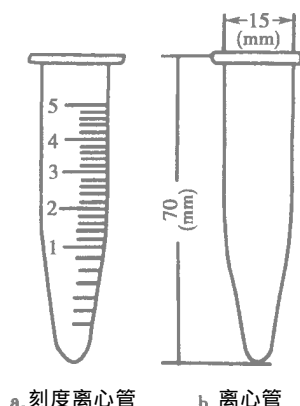

图 2-1 离心试管
1. 离心试管 通常使用容量约为 5ml 底部成锥形的离心管 见图 2-1。底部成锥形是为了便于沉淀的离心沉降,易于辨认少量沉淀的生成和观察沉淀颜色。有的离心管壁附有体积刻度,称为刻度离心管,常用于调节溶液的酸度,以示溶液体积。离心管应放在离心管架上。